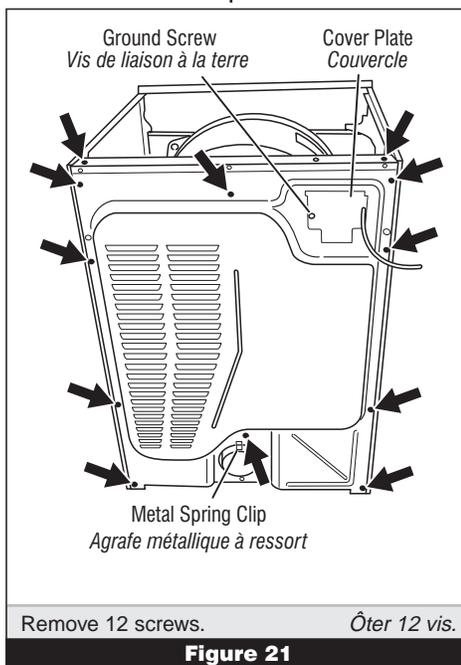

Figure 21
4. Remove the metal spring clip between the back panel and the exhaust outlet. See figure 21.
4. Enlever l'agrafe métallique à ressort entre le panneau arrière et la bouche de décharge. Voir figure 21.